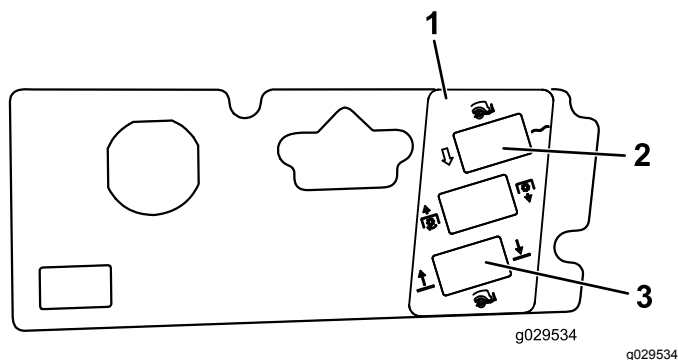

図 24
8. パネルの表面をきれいにして穴を取り囲むようにデカルを貼り付ける 図 24。
9. できた穴にスイッチを入れる 図 24。